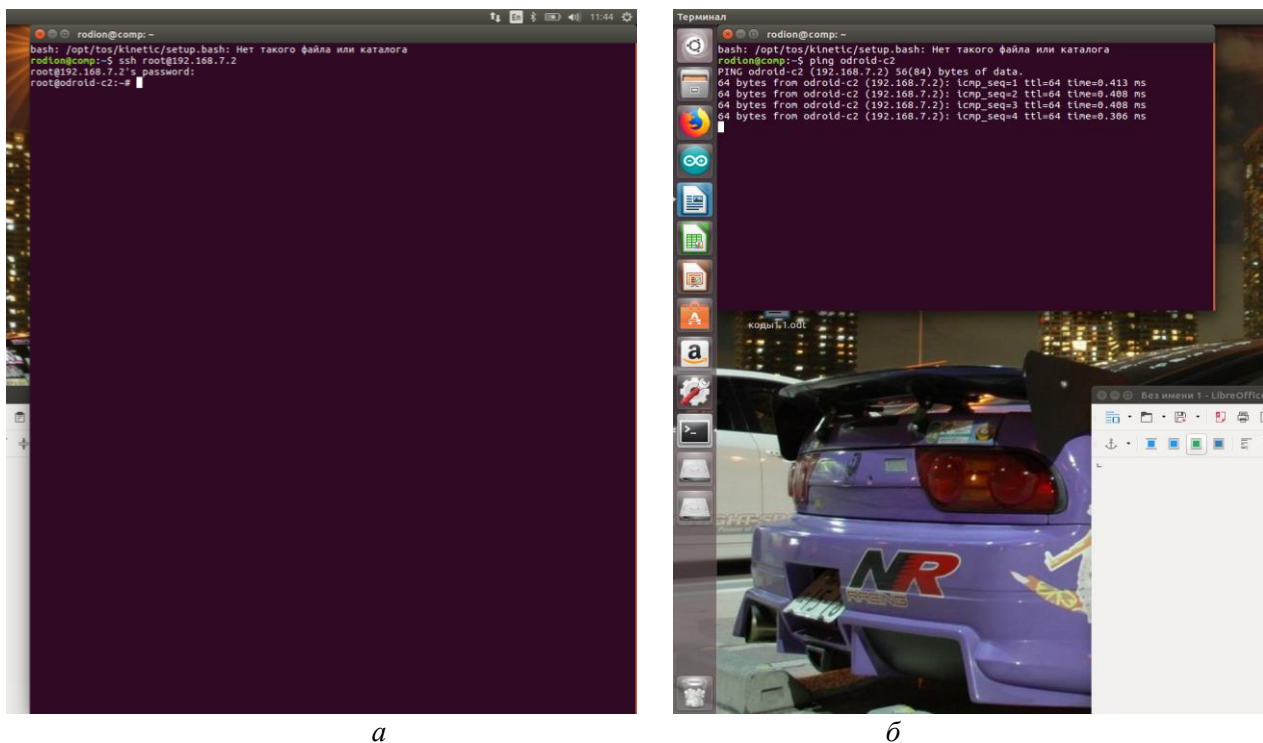

Рис. 21. Подключение по протоколу SSH: а – команда подключения, б – проверка установления связи
2. Далее следует с помощью протокола SSH (он должен быть установлен на Odroid и ноутбуках) установить соединение между платой Odroid и ноутбуком. Сначала вводим пароль от робота: *rootpass* (рис. 21, а).
3. Проверяем связь с роботом, если связь не установлена, добавляем в файл «*sudo/etc/hosts*» строку «*192.168.7.2 odroid-c2*» (рис. 21, б).